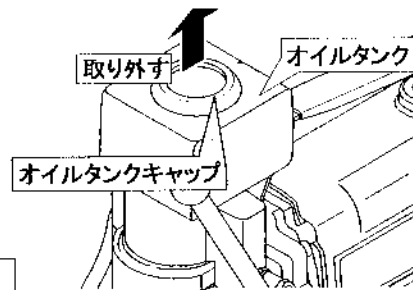

図5
(2)付属の水溶性切削液を5～10倍にうすめ、オイルタンクに入れ、オイルタンクキャップを取り付けます。(図5)